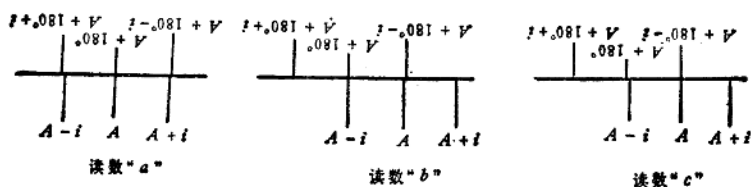

图 1-2
(1) 将测微器指标对准零分划线, 转动度盘变换钮至整置位置 1, 用水平微动螺旋使整置位置的分划线  $A$  与对径分划线  $A \pm 180^\circ$  重合。示意图见图 1-2。
(2) 按下列顺序, 各精密重合两次, 同时进行测微器读数 (读数可按正负数读, 多于 0 格、60 格的读作正数, 少于 0 格、60 格的读作负数)。